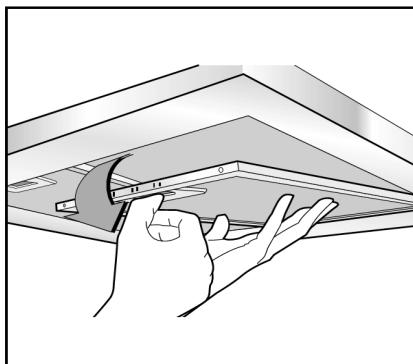

Fig.1
- Si la table de cuisson est électrique, au gaz ou à induction, la distance minimale entre le même et la partie inférieure de la hotte doit être d'au moins 65 cm. Si un tuyau de connexion composé de deux parties est utilisé, la partie supérieure doit être placée en dehors de la partie inférieure. Ne branchez pas l'échappement de la hotte au même conducteur que celui utilisé pour faire circuler l'air chaud ou pour évacuer les fumées provenant des autres appareils alimentés par une source d'électricité. Avant de procéder aux opérations de montage, enlever le(s) filtre(s) anti-graisse (Fig.1) de telle sorte que l'unité soit plus facile à manipuler.